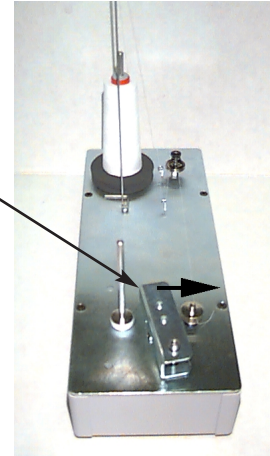

Figura 3-21
3. Levar a alavanca do atuador para a posição LIGADO (ver a figura 3-21) e a bobinagem tem logo início. O bobinador pára automaticamente logo que a bobina fique cheia..